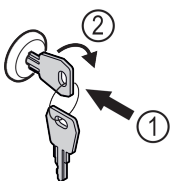

Fig. 151
- ▶ 按入钥匙 Fig. 151 (1)。
- ▶ 将钥匙顺时针转动 90° Fig. 151 (2)。